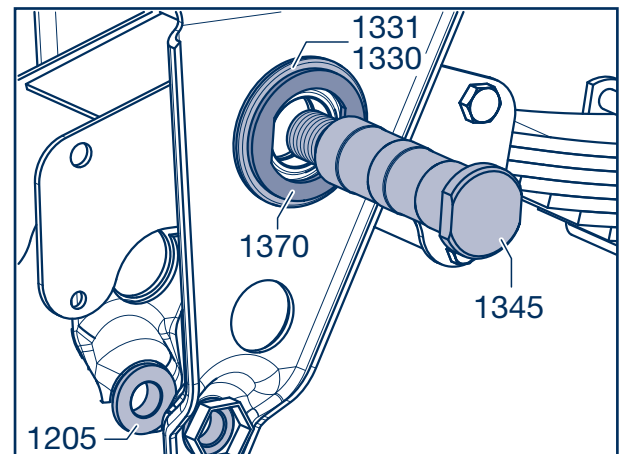

Fig. 5
- [9] Pendelarm aus der Stütze herausnehmen. Einschweißbuchsen (1330, 1331 sowie 1205, siehe Fig. 5) auf Verschleiß prüfen, ggf. gegen neue Buchsen austauschen.
Check the weld-in bushes (1330, 1331 and 1205, see fig 5) for wear and if necessary change new bushes.</p> | <p>[4] Pour le remplacement de la pièce de glissement (1230) et des plaques (1232) des mains, ôter les vis de fixation (1240), enlever les pièces de glissement et les plaques.</p> <p>[5] Vérifier l'usure de la pièce de glissement (1230) et des plaques (1232). En cas de diminution de l'épaisseur des plaques à 50% de l'épaisseur totale, les plaques doivent être remplacées.</p>
Vérifier l'usure des douilles à souder (1330, 1331 ainsi que 1205 voir fig.5) et les changer en cas de nécessité.</p> |